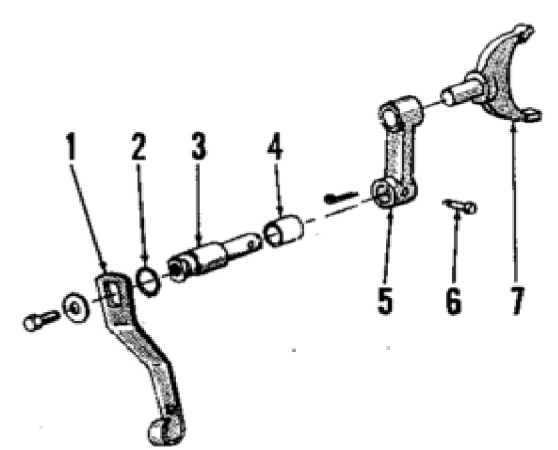

Fig. 311- Geëxplodeerde weergave van PTO shift koppeling voor zowel single speed en 2-speed PTO modellen. Zie ook Vigen 309 en 310.
alleen verplaatst wanneer de motor niet wordt uitgevoerd-ning. Raadpleeg Fig. 311 voor geëxplodeerde weergave van de koppeling. Na het verwijderen van de voorklep zoals beschreven in paragraaf 274, kan de koppeling worden verwijderd door het verwijderen van pin (6), het schuiven van de schacht (3) uit de behuizing, dan verwijderen arm (5) en vork (7). Bushing (4) in transmission huisvesting kan worden vernieuwd als noodzakelijk. Installeer nieuwe afdichting "0" ring (2),